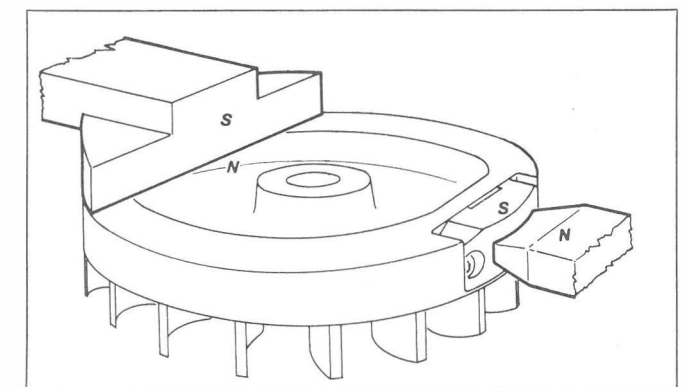

Fig. 43
- Placer le volant dans l'appareil en l'appuyant aux expansions polaires, comme par tableau, c'est-à-dire avec le rotor porte aimant tourné vers le pôle Nord du magnétiseur (Fig. 43).
- Place flywheel in the apparatus laying it on pole shoes, as in (Fig. 43), with magnet holder rotor facing positive pole of magnetizer.
- Grundend und mit Magnetträgerrotor nach dem positiven Pol der Magnetisator gewendet (Abb. 43).